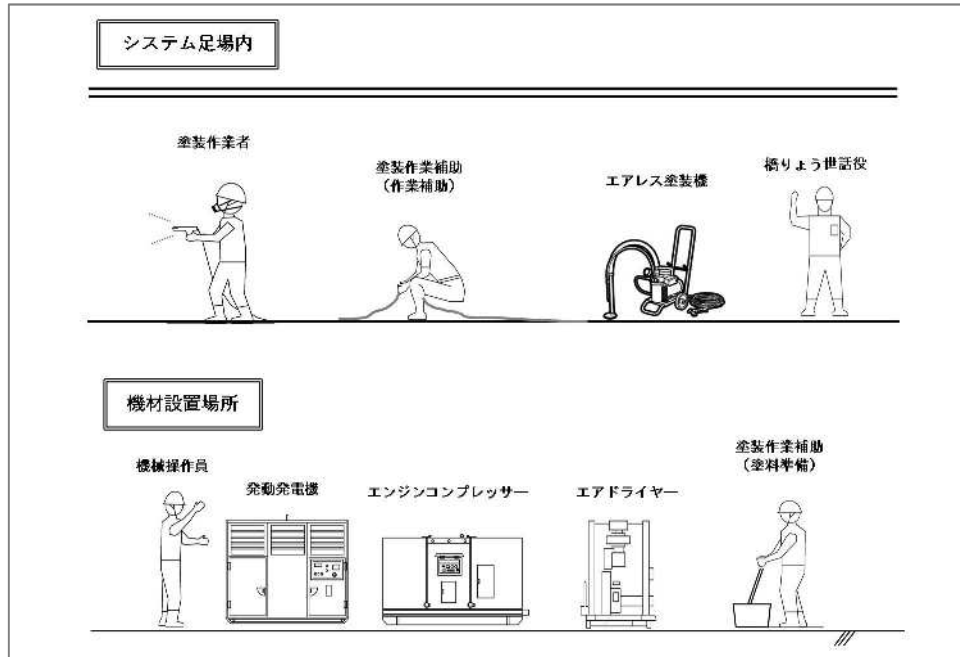

図 5-14-5 塗装作業時の標準作業状況（概念図）
③ 下塗 第1層（1回目）
- ・ 上記②「2次ブラスト」を午前施工したブラスト面に、午後、下塗第1層塗装（1回目）を施工。
- ・ 塗装作業における標準的な作業員と主な資機材の配置は、図 5-14-5 とする。
- ・ 塗装後の研削材・粉塵等の清掃作業については、図 5-14-5 と同様に行う。
④ 下塗 第1層（2回目）
- ・ 塗装作業における標準的な作業員と主な資機材の配置は図 5-14-5 とする。
⑤ 下塗 第2層～上塗